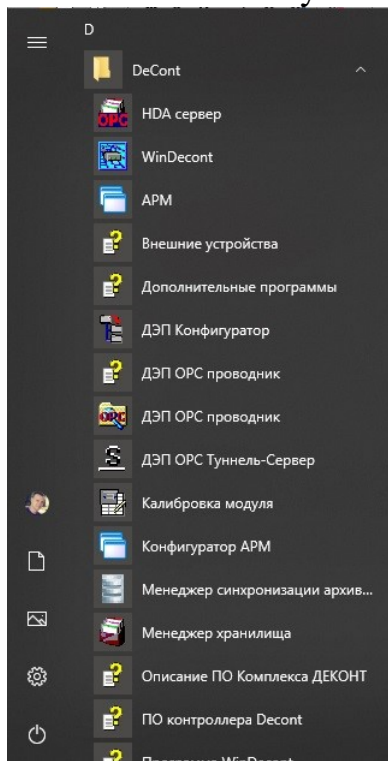

Рисунок 1 – Расположение пакета программ в меню.
В первую очередь надо начать с установки «Базового ПО». Папка «ПО ДЭП», где располагается все необходимое для работы программное обеспечение (ПО) расположена на «Рабочем столе». Базовое ПО устанавливается строго в следующем порядке: сначала ставится BDE ((1) BDE Professional 5.2.msi), затем «Базовое ПО» ((2) Install\_depDecont-5.x.x.xx.exe). После установки появится новый пункт в меню ПУСК: ПУСК\DeCont (рисунок 1).